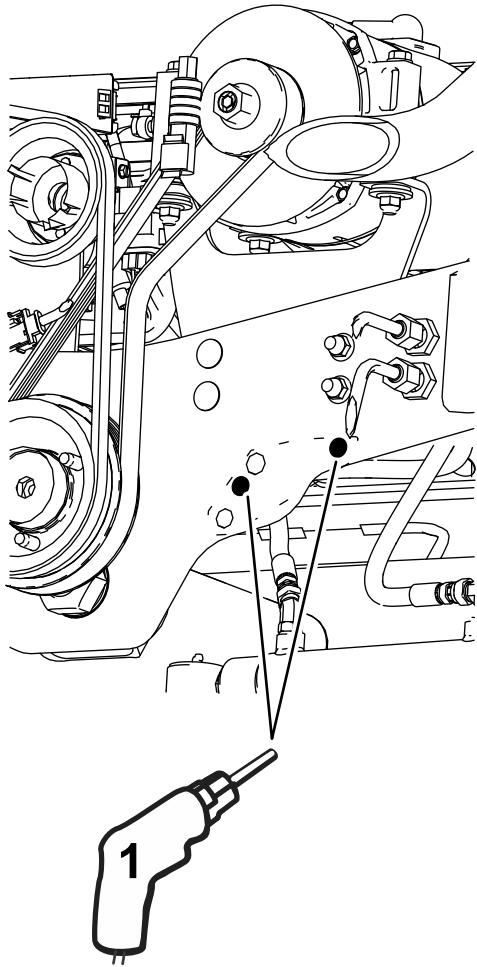

Figura 3
- Faça dois furos (13/32 pol.) nos locais marcados com punção (Figura 3).